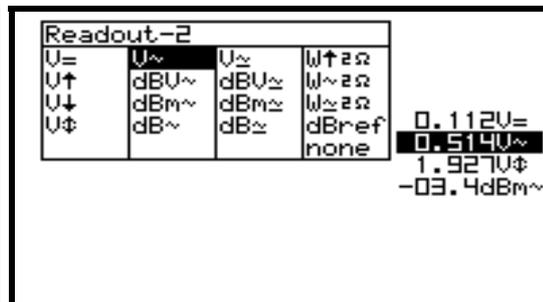

Fig 18
4. Prima as teclas de deslocamento para destacar a função pretendida para o medidor 2. (**Fig. 18**)